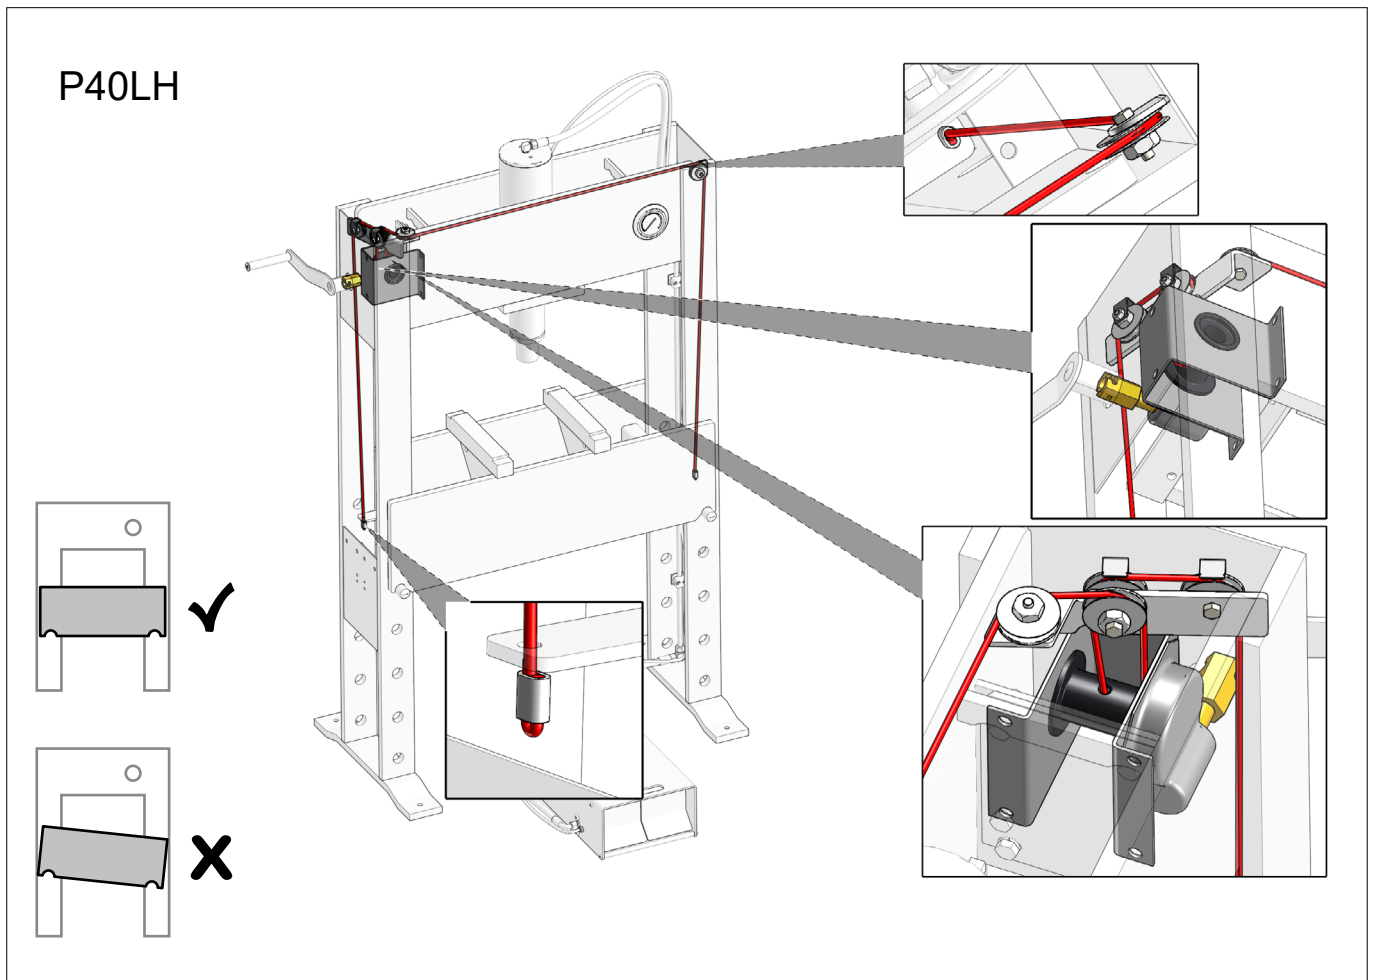

Fig.32
- Spillets wire og wizens fastgørelse (Fig.32)
**(GB) Safety Inspection**
- Winch and wire for wear and tear (Fig.32)
**(DE) Sicherheitsinspektion**
- Winde und Draht für Verschleiß (Fig.32)
**(FR) Inspection de sécurité**
- Treuil et fil pour l'usure (Fig.32)
**(SE) Säkerhetsunderhåll**
- Vinsch och tråd för slitage (Fig.32)
**(FI) Turvatarkastukset**
- Vinssi ja lanka kulumista varten (Fig.32)
- Lier en draad op slijtage (Fig.32)
- Compruebe que el polipasto y su cable no presenten daños (Fig.32)
- Лебедка и трос на износ (Fig.32)
- Verricello e filo per usura (Fig.32)